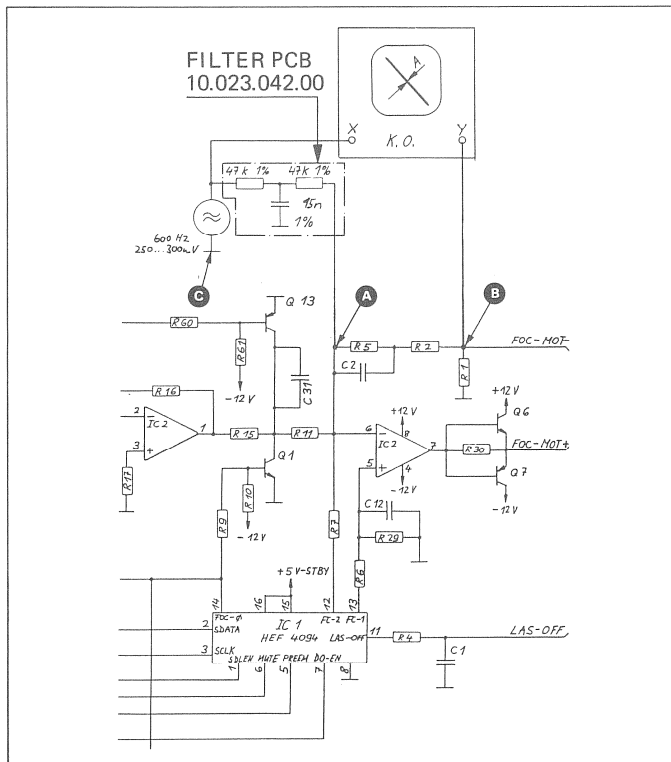

Fig. 4.17
- NF- Generator an den X- Eingang des 2- Kanal Oszilloskops und gleichzeitig über den Filterprint, Best. Nr. 10.023.042.00 an R7 des Servo 1 PCB 1.769.310 anschliessen (siehe Fig. 4.17 und 4.18, Punkt "A"). Frequenz = 600Hz $\pm$ 5Hz (mit Frequenzzähler kontrollieren) Pegel = 250 ... 300 mV RMS
- Y-Eingang des 2-Kanal-Oszilloskops an R1/R2 auf SERVO-1 PCB 1.769.310 anschliessen (siehe Fig. 4.17 und 4.18, Punkt "B") und Oszilloskop auf X/Y-Betrieb schalten.
- Mit Trimpotentiometer FOCUS GAIN auf Laufwerk 1.769.100.36 die Amplitude A der Lissajous- Figur auf ein Minimum abgleichen (siehe Fig. 4.17).
- DC- Voltmeter (Bereich 150mV) an R1 (Servo 1 PCB 1.769.310) anschliessen (siehe Fig. 4.17/4.18, Punkt "B").